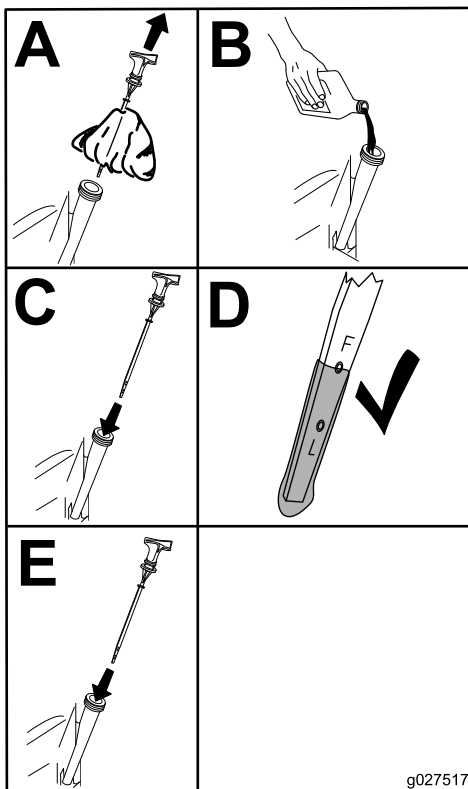

Figure 36
5. Versez avec précaution environ 80 % de la quantité d'huile spécifiée dans le goulot de remplissage (Figure 36).